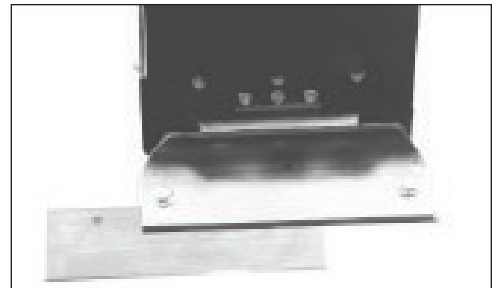

ABB. 6
- Klingen können im Schneidkopf versetzt werden, um leichteren Zugang zu Fußleisten oder Arbeiten entlang von Wänden zu haben (Abbildung 6).